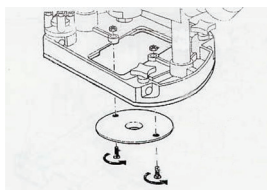

рис.4
3.2.4 Установка и регулировка направляющей втулки (рис.4)